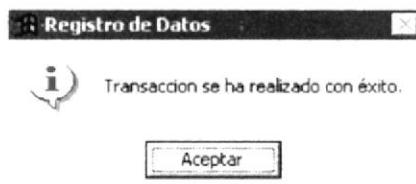

Figura 8.8 Mensaje de Ingreso de Datos
5. A continuación aparecerá el mensaje de la figura 8.8